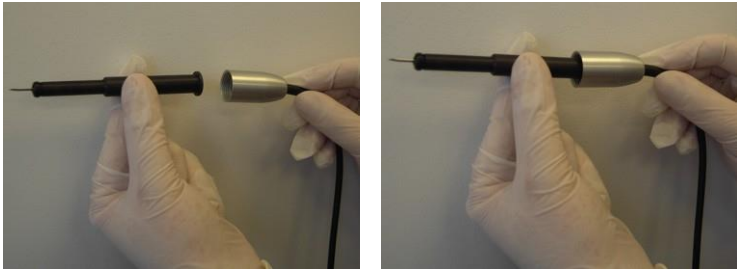

Figura 3-71. Inserción del soporte de la hoja en la base de la pieza manual
5. Inserte el soporte de la hoja en la base de la pieza manual, como se muestra en la Figura 3-71.